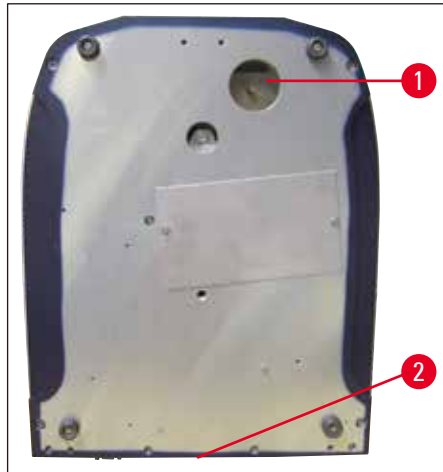

Fig. 7
- Face inférieure du microtome (→ Fig. 7).
- Montez le tuyau de vidange (→ Fig. 7) sur la face inférieure du microtome (→ Fig. 7-1).